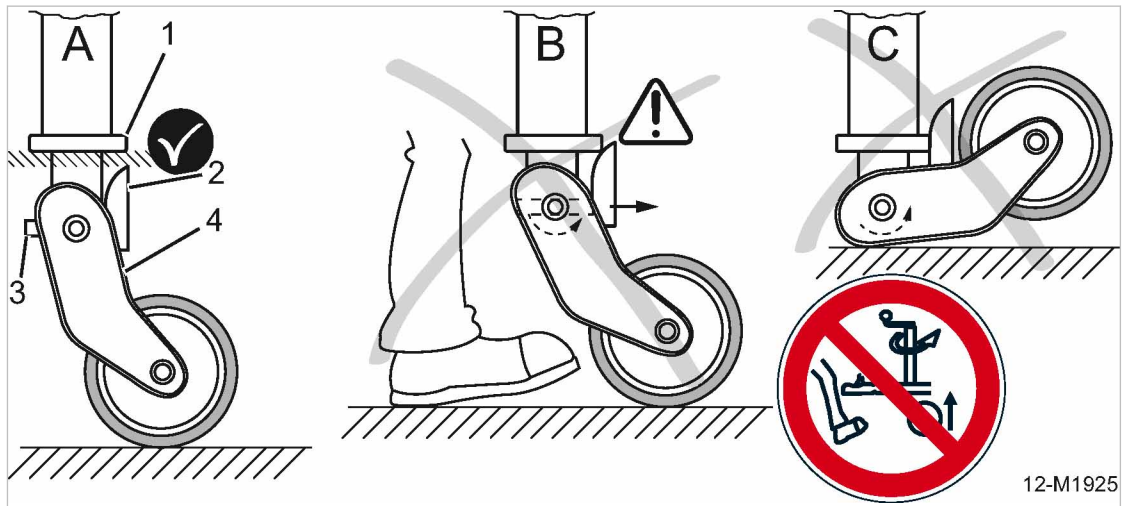

Fig. 79 Waarschuwing "Gevaar voor letsel door omlaag vallende trekrichting"
Het automatische steunwiel moet bij afgekoppelde machine altijd zover omlaag gedraaid zijn, dat de nok ② de verdikking ① niet raakt. Alleen dan wordt het automatisch inklappen van de wielophanging geblokkeerd (zie afbeelding 79/A).
Als bij een afgekoppelde machine het steunwiel weer verder omhoog wordt gedraaid, drukt de verdikking tegen de nok van de bevestigingsbout (zie afbeelding 79/B). De bevestigingsbout ③ ontgrendelt de wielophanging ④, die dan ineens omklapt (zie afbeelding 79/C).